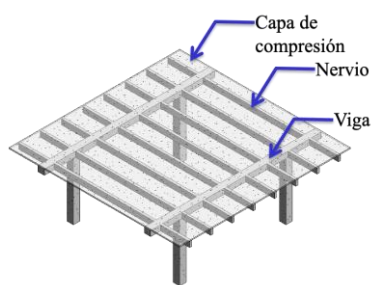

Figura 15 Forjado unidireccional
- ❑ **Losas macizas.** Son elementos de hormigón armado de canto constante (ver Figura 15). Estos forjados soportan las cargas por flexión en dos direcciones y las transmiten directamente a los soportes.